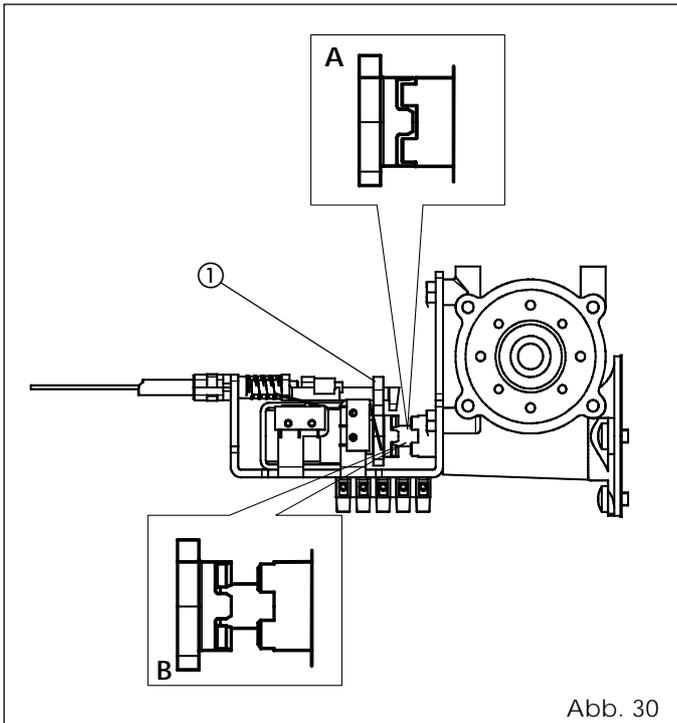
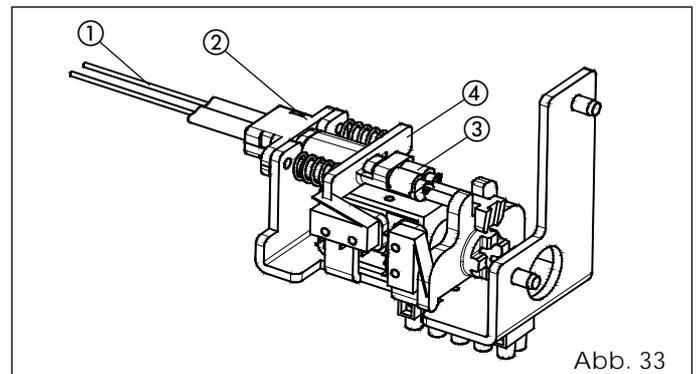

Abb. 30
Abb. 33
- Den Hebel (Abb. 30 - Bez. ①) per Hand zur Motorwelle hin drücken und dabei prüfen, ob er ordnungsgemäß eingreift (Abb. 30 - Bez. A).
- Den Hebel (Abb. 30 - Bez. ①) senkrecht bewegen und überprüfen, ob zwischen der Kupplung der Motorwelle und der Motorsperre ein Spiel vorhanden ist.
- Das Kabel (Abb. 33 - Bez. ①) durch das Teil ② ziehen und den Mantel angeschlagen lassen.
- Das Kabel in die Klemme einsetzen (Abb. 33 - Bez. ③).
- Teil ④ bis zum Anschlag ziehen (durch Zusammendrücken der Federn), die Schraube der Klemme ③ anschrauben und das Stahlkabel fest spannen.
- Prüfen, ob die Einkupplung der Motorsperre frei von der Einkupplung der Motorwelle ist (Abb. 30 Bez. B).